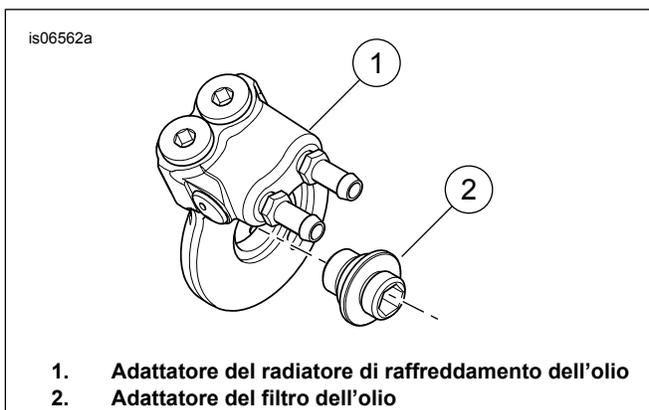

Figura 4. Installazione del gruppo dell'adattatore del radiatore di raffreddamento dell'olio
4. Vedere Figura 4. Installare l'adattatore del radiatore di raffreddamento dell'olio (1) e l'adattatore del filtro dell'olio (2). Serrare l'adattatore del filtro dell'olio a 16,3–21,7 N·m (12–16 ft-lbs).